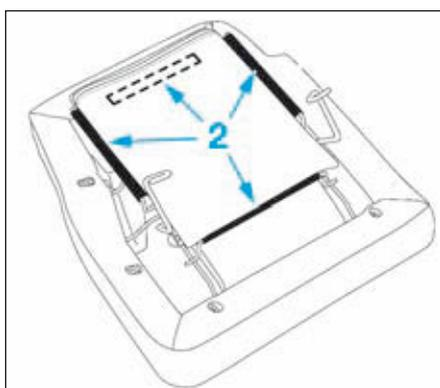

FIG.48
- Dégrafer les profils de retenue (2) (Fig.48) de la pochette.